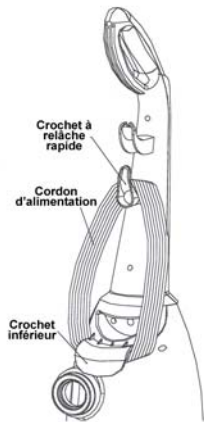

Fig. 3
3. Enroulez le cordon en place dans le sens des aiguilles d'une montre autour du crochet à relâche rapide et du crochet inférieur, tel qu'illustré. (fig. 3)